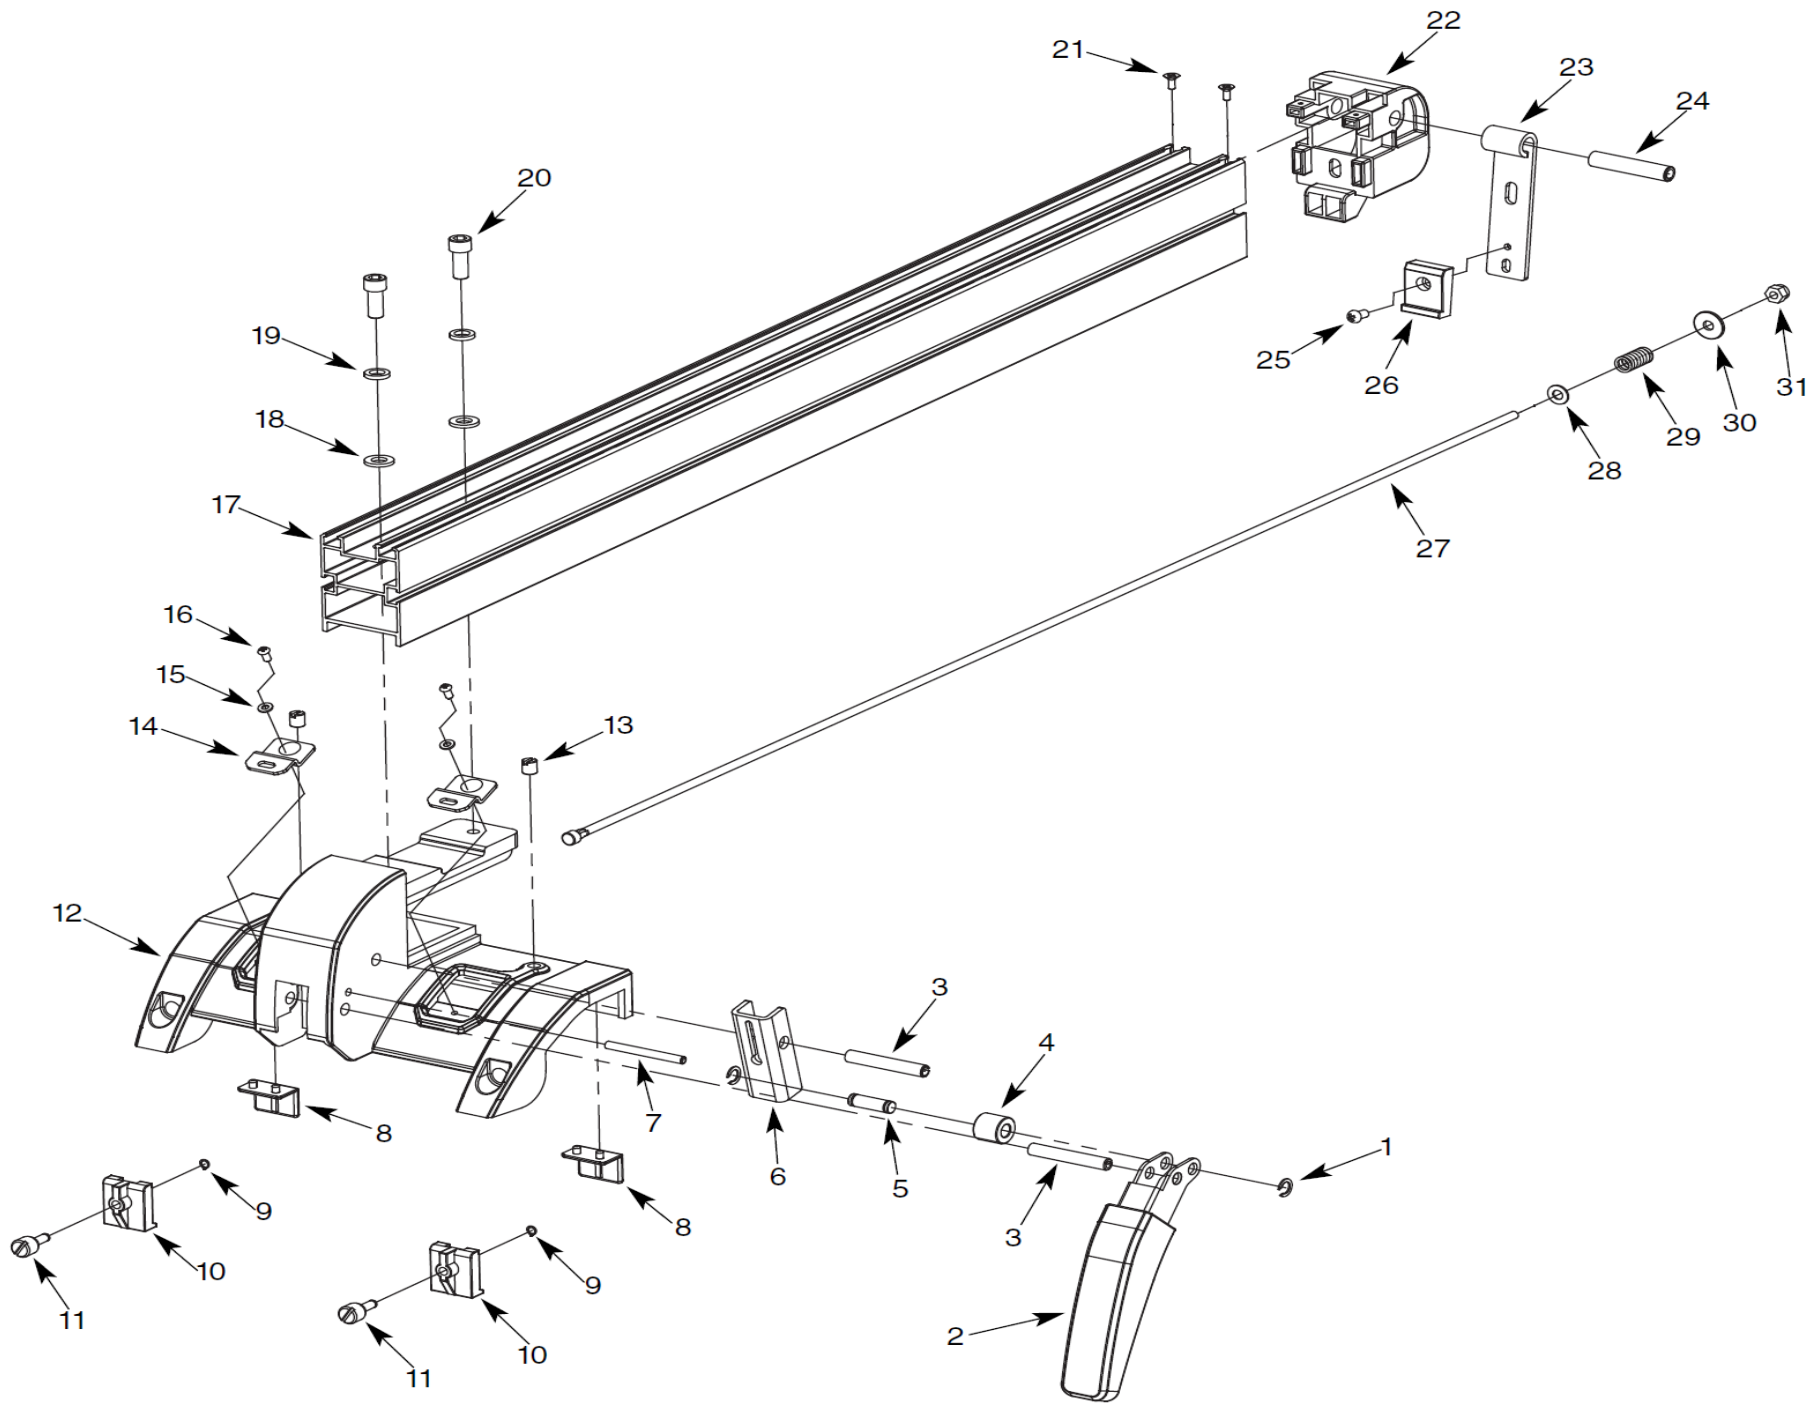

Рис. 2
Маховик установки глубины пиления (6) используется для подъема и опускания пильного диска. Поверните маховик по часовой стрелке для подъёма пильного диска и против часовой стрелки – для опускания, Рис.2.
Маховик установки угла наклона пиления (24) предназначен для наклона пильного диска при пилении под углом 0°-45°. Поверните маховик по часовой стрелке для наклона пильного диска влево до 45° и против часовой стрелки – для возврата пильного диска в вертикальное положение 0°, Рис. 2.
### 9.4. Гайки, фиксирующие установку пильного диска (Рис. 2;9)
**Детали сборки «Корвет 13М» (Рис. 2)**